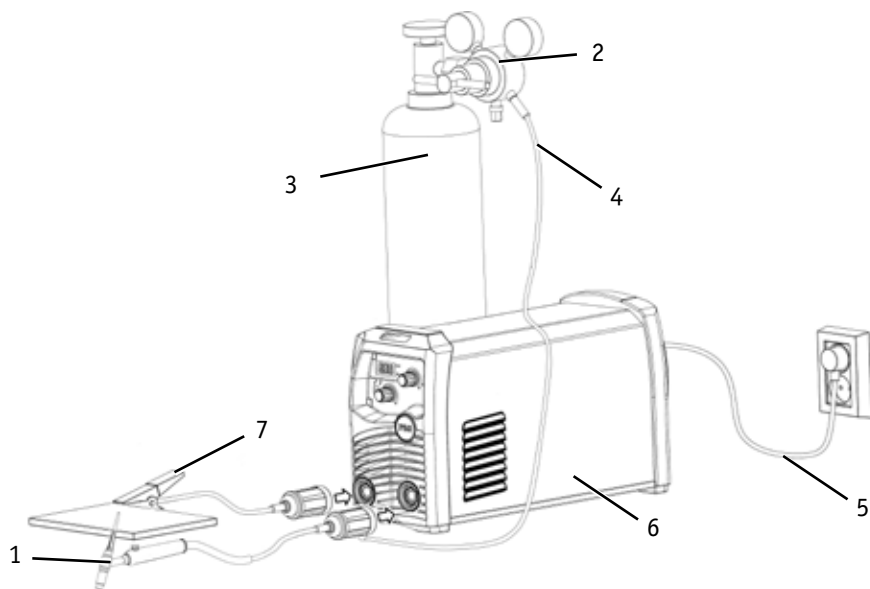

Рис. 9.1. Схема подключения оборудования:
3. Подключите разъем подводки горелки к газовому шлангу (см. рисунок 9.1).